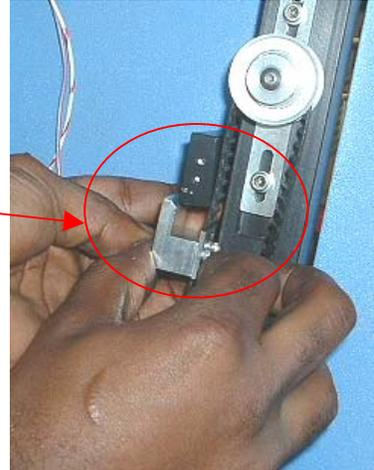

Abbildung 41
1. Installieren Sie vorsichtig die neue Hezelementbaugruppe an den Führungsschienen. Fädeln Sie die Vakuumleitung und den Schlauch durch die Befestigungsplatte Achten Sie darauf, dass die Schläuche nicht geklemmt werden. Siehe Abbildung 41.